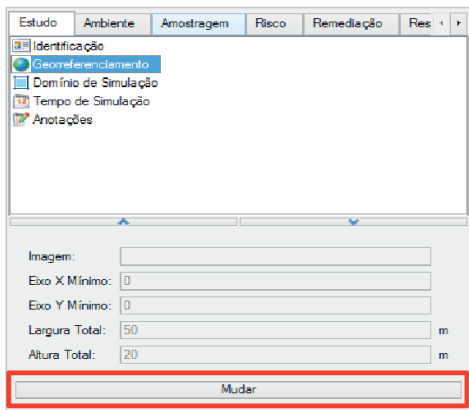

Figura 3.2 Módulo *Estudo* no SCBR para o georreferenciamento.
- No módulo **Estudo**, selecione a opção **Georreferenciamento** (Figura 3.2).